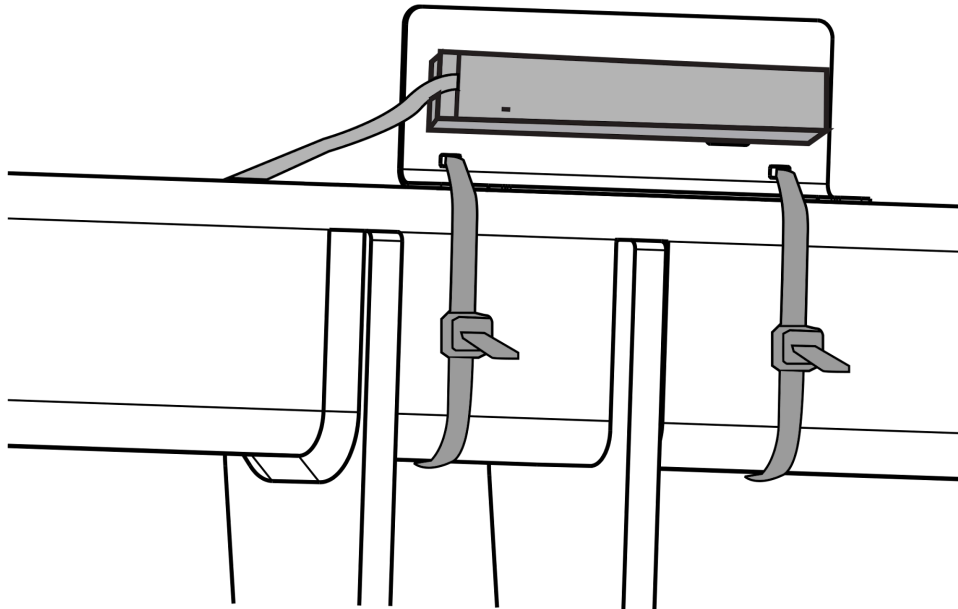

Fig. 3
8. Внимание, если имеются: монтировать парковочный датчик. См. рисунок 3